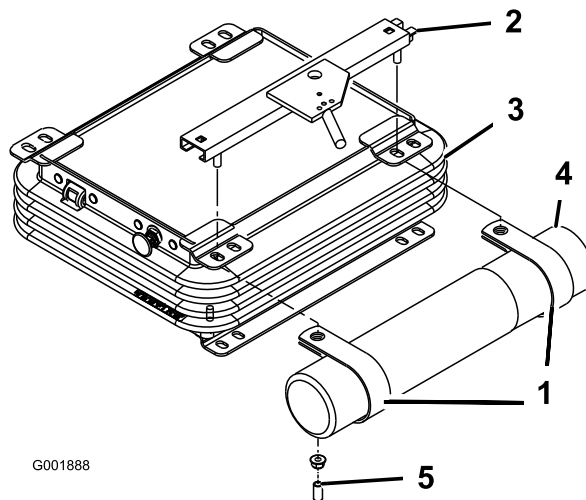

Figura 7
2. Remova as 2 porcas e as cunhas de vinil (se estiverem instaladas) que fixam o suporte superior do banco no lado esquerdo da suspensão do banco (Figura 7).
3. Monte, sem apertar, as braçadeiras R nos pernos do suporte do banco com as 2 porcas que retirou anteriormente. (Figura 7). As braçadeiras R são posicionadas debaixo das patilhas da suspensão do banco.
4. Instale o tubo manual nas braçadeiras R e aperte as porcas (Figura 7).